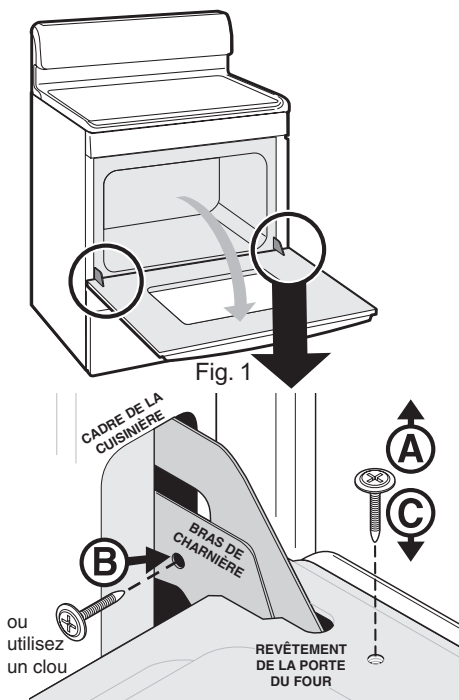

Fig. 2
2. Enlevez les 2 vis situées à l'intérieur de la contre-porte (fig 2, A.)
3. Introduisez les deux vis dans les trous de charnière de la porte situés sur le côté du bras de charnière, une dans chaque charnière (fig. 2, B).
5. Réinstallez les 2 vis dans la contre-porte (fig. 2, C).